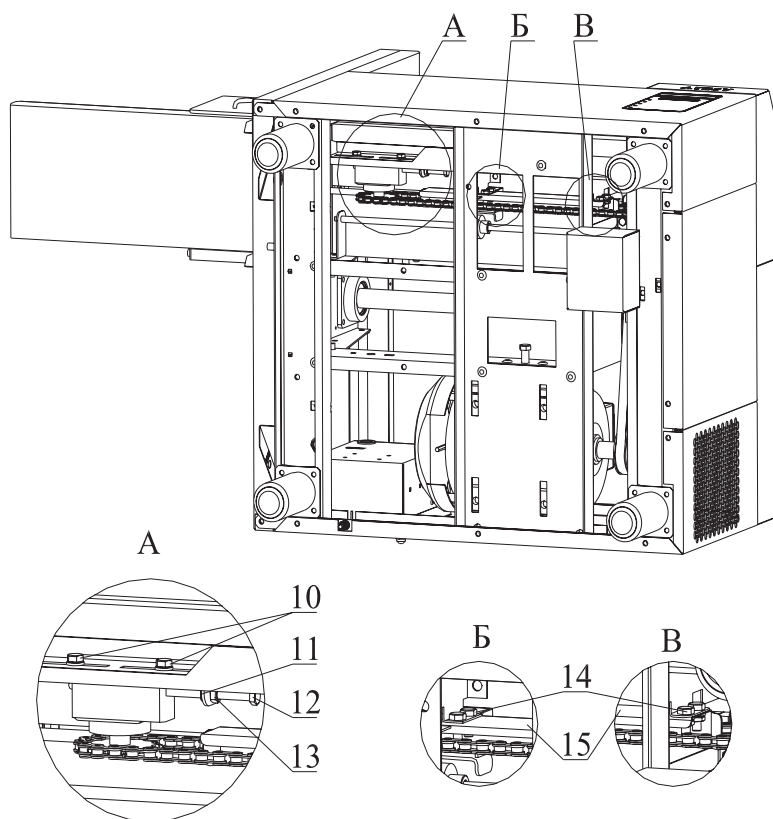

Рис.2
- регулировка направляющей цепи (рис.2)